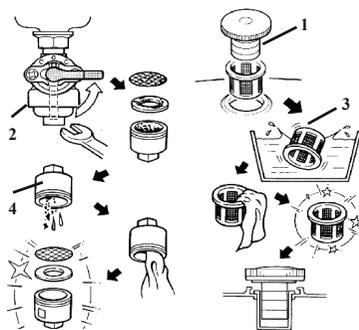

рис. 7
7.5.1 Снимите крышку бензобака 1 (рис. 7) и колпачок крана подачи бензина 2 (рис. 7), стараясь не повредить уплотнения. Слейте остатки топлива во вспомогательную ёмкость.
7.5.2 Удалите загрязнения с фильтров 3 и 4 (рис. 7) промыванием в лёгком растворителе (типа №646, Уайт-Спирит) и продувкой. Высушите фильтры и установите их на место.